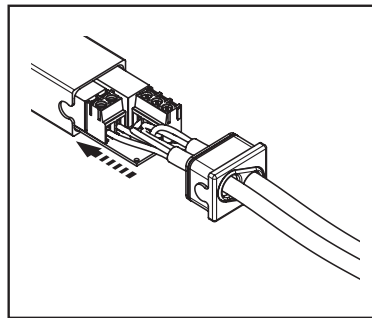

fig.6 Collegamento dei fili ai morsetti
7. Spingere la scheda all'interno del contenitore, assicurandosi che la lunghezza spelata del cavo sia completamente all'interno del contenitore (fig. 6).